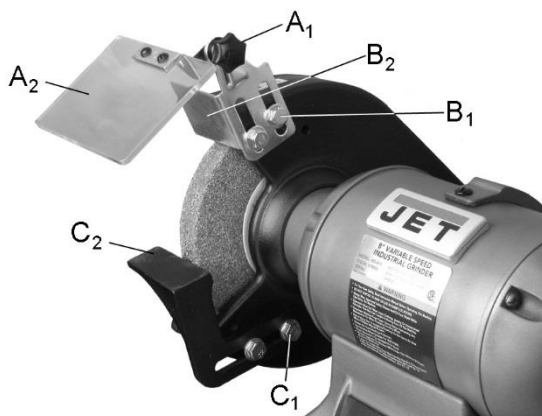

Figure 8-1 : Réglage de la protection oculaire
1. Desserrer le bouton de blocage (A₁, Figure 8-1).
Voir Figure 8-1.
Au fur et à mesure de l'usure de la meule, les porte-outils doivent être réajustés pour maintenir une distance de 1,5875mm. Voir Figure 8-1.